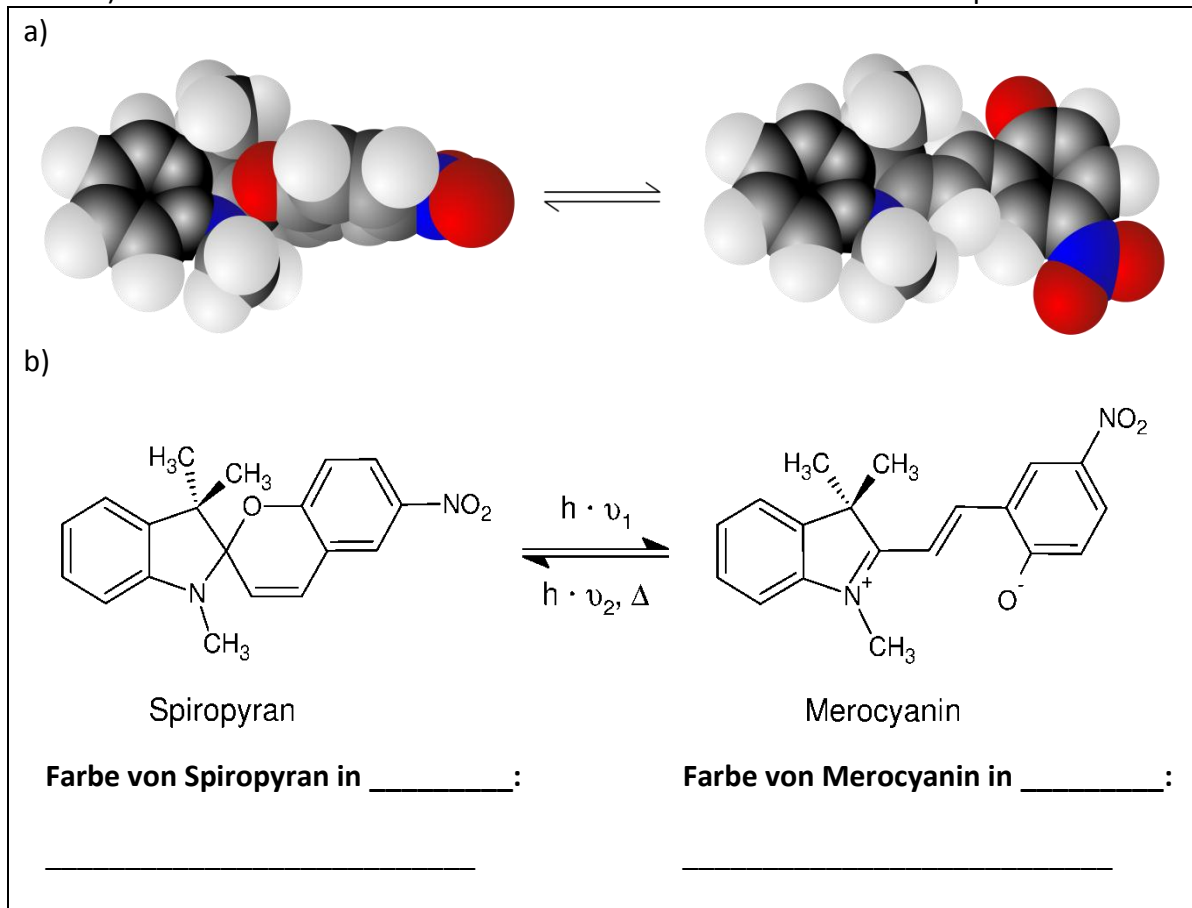

Abb. 1: Gleichgewicht von Spiropyran und Merocyanin a) im Kalottenmodell und b) in Struktursymbolen
- Ordnen Sie die beobachteten Färbungen der Lösung bzw. Folie im Grundversuch vor und nach der Lichtbestrahlung den beiden Isomeren des Spiropyran-Farbstoffes (siehe Abb. 1) zu und notieren Sie die Farben in dem von Ihnen untersuchten Experiment.